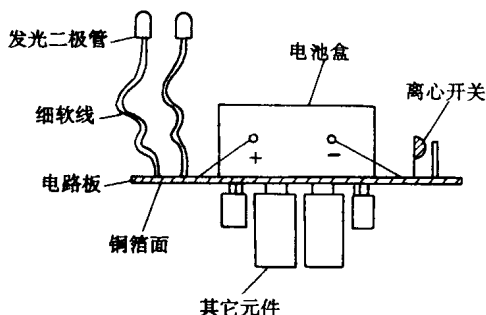

图 2-13
(13) 将两个发光二极管 VD1、VD2 的引脚分别接上一定长度的细软引线，并将引线从电路板的非铜箔面穿过小孔焊入电路，注意其正、负极不要弄错。各元器件分处于电路板的上下两面（见图 2-13）。